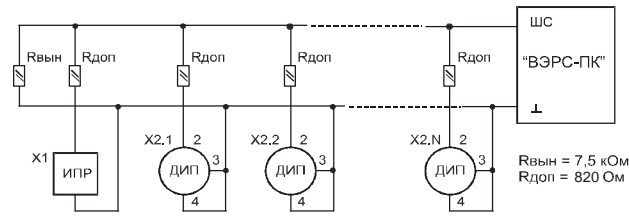
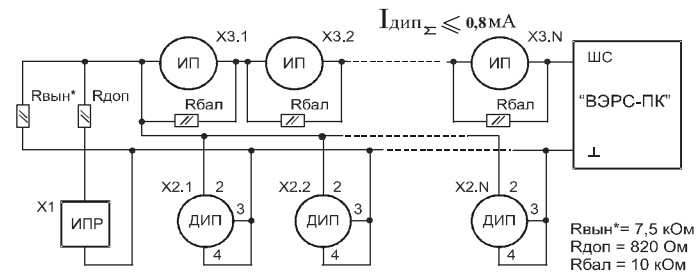

Рис.3. Схемы включения ШС типа ШННС и ШПНС с несколькими дымовыми извещателями (типа ИП212) и сработкой по двум извещателям (с перезапросом).
Рис.5. Комбинированная схема включения ШС типа ШННС со сработкой по одному извещателю (с перезапросом).
**ШННС** – пожарный шлейф с нормальной нагрузочной способностью ( $I_{дип} < 0,8 \text{ ма}$ ). Данный шлейф допускает подключение ИП по рис.3 и рис.5.
**ШПНС** – пожарный шлейф с повышенной нагрузочной способностью ( $I_{дип} 0,8...2,9 \text{ mA}$ ). Данный шлейф допускает подключение ИП по рис. 3.